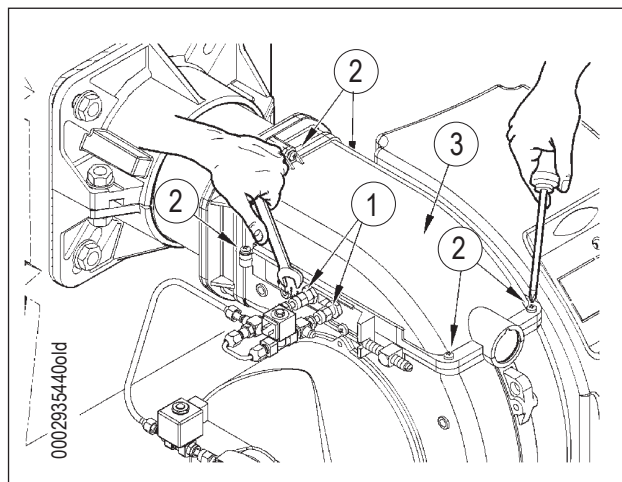

figura 1
- 2) Svitare le viti 11 e rimuovere il coperchio 13 (figura 1).